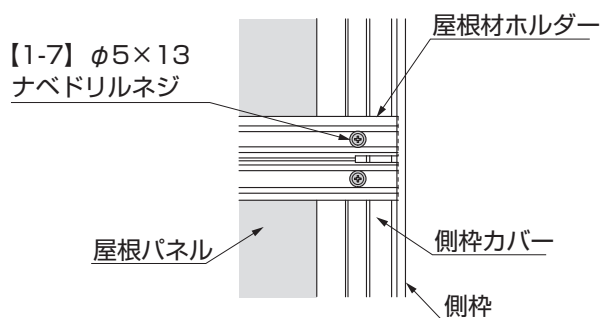

図7-2
- 側枠カバー側のネジだけを固定して、反対側は次の屋根パネルとアーチカバーを取付けた後で固定してください。(図7-2参照)